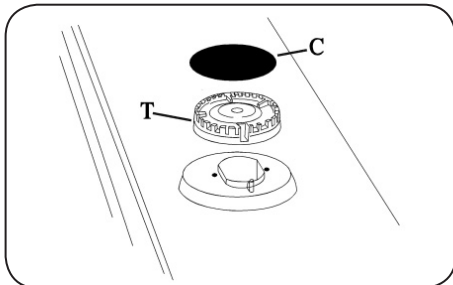
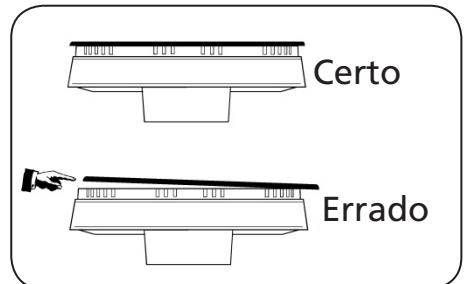

Fig. 5
Fig. 6
- Para a limpeza dos queimadores “T”, espalhadores de chama “C” - [Fig. 5] e a tremepe [grelha] utilizar um pano ou uma esponja macia com detergente, sabão neutro ou desengordurantes. Antes de recolocá-los no seu lugar, enxugue-os bem e verifique se todos ficaram limpos e secos. Verifique se estão bem encaixados. [Fig. 6]. Acenda os queimadores e deixe-os ligados por aproximadamente 1 minuto para garantir a secagem completa.